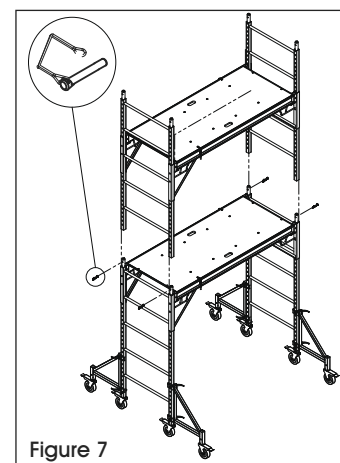

Figure 7
Installez les cadres d'extrémité de l'unité supérieure sur les cadres d'extrémité de l'unité de base. Insérez quatre goupilles à anneau carré pour fixer les unités d'échafaudage. (Voir Figure 7)
4. Fixez deux renforts latéraux aux cadres d'extrémité supérieurs à la hauteur de plateforme désirée. Placez la plateforme afin qu'elle soit parfaitement horizontale et fermement logée dans les deux renforts latéraux. (Voir Figure 7)